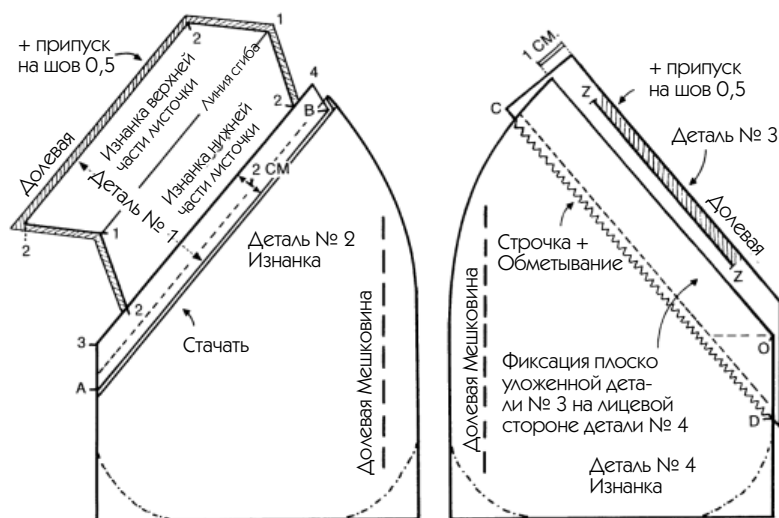

Рис. 511
4. Лекало листочки, деталь 1 рис. 511.
5. Деталь 2, рис. 511
6. Деталь подзора и относящаяся к нему часть мешковины, деталь 3 и 3, рис. 511.
— Детали 3 и 4 соединяются, будучи плоско разложенными (см. рис. 511).